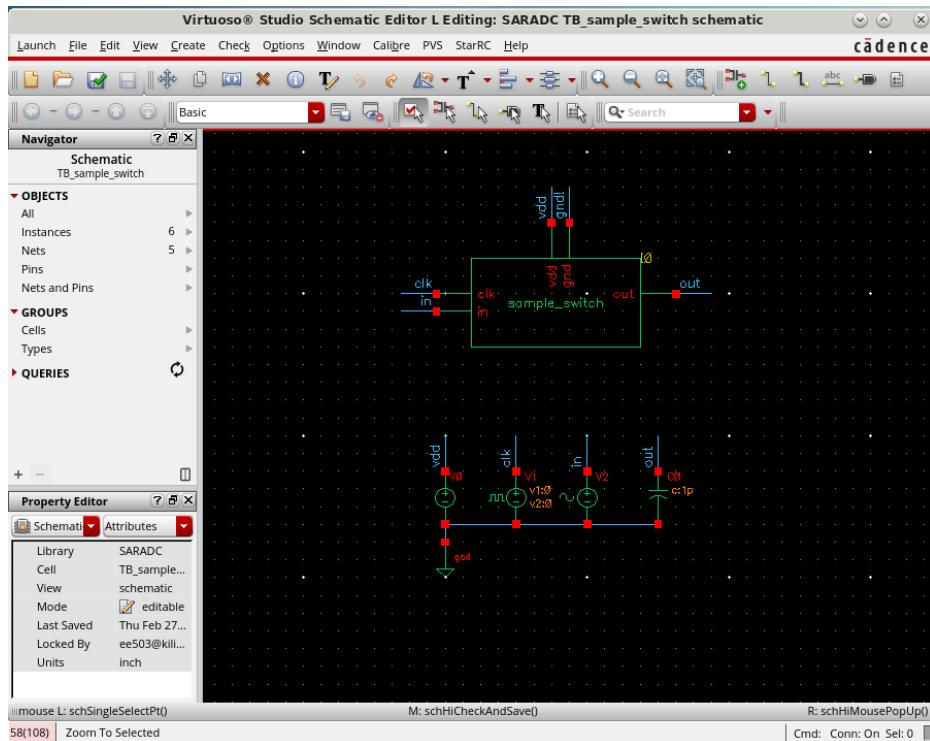

图 37 连线
15. 最终连线后的 Schematic 如图 37 所示。